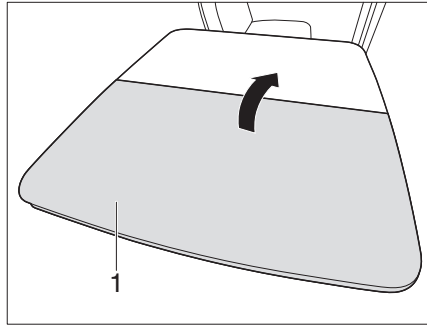

Bild 113 Fäll in fällbordet
- Fäll in bordshalva (Bild 113,1).